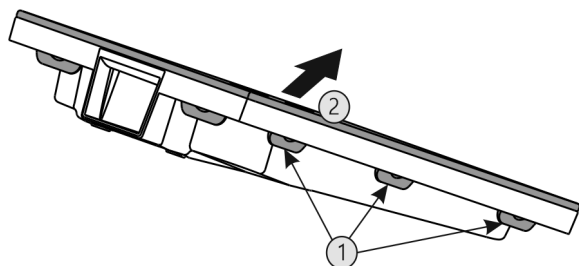

Fig. 53
- ▶ 依次按下所有卡舌 Fig. 53 (1) 并取下盖板 Fig. 53 (2)。